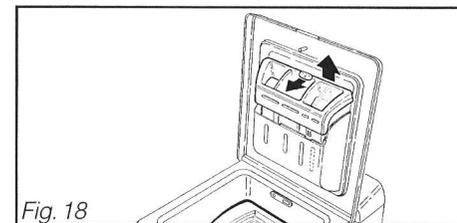

Fig. 18
– Manoeuvrez le bouton vers l'avant et retirez la boîte vers le haut (Fig. 18).